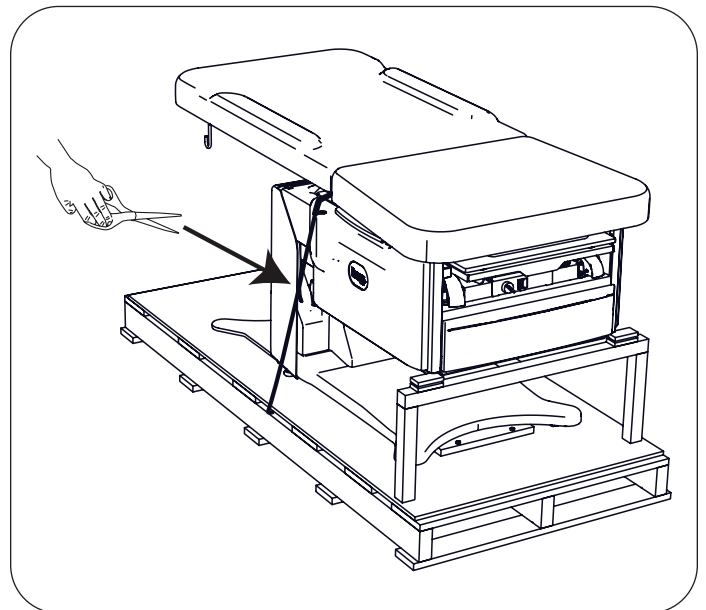

Figura 7. Corte la correa de envío
7. Corte la correa de envío y deseche la correa y el tubo de espuma (Figura 7).